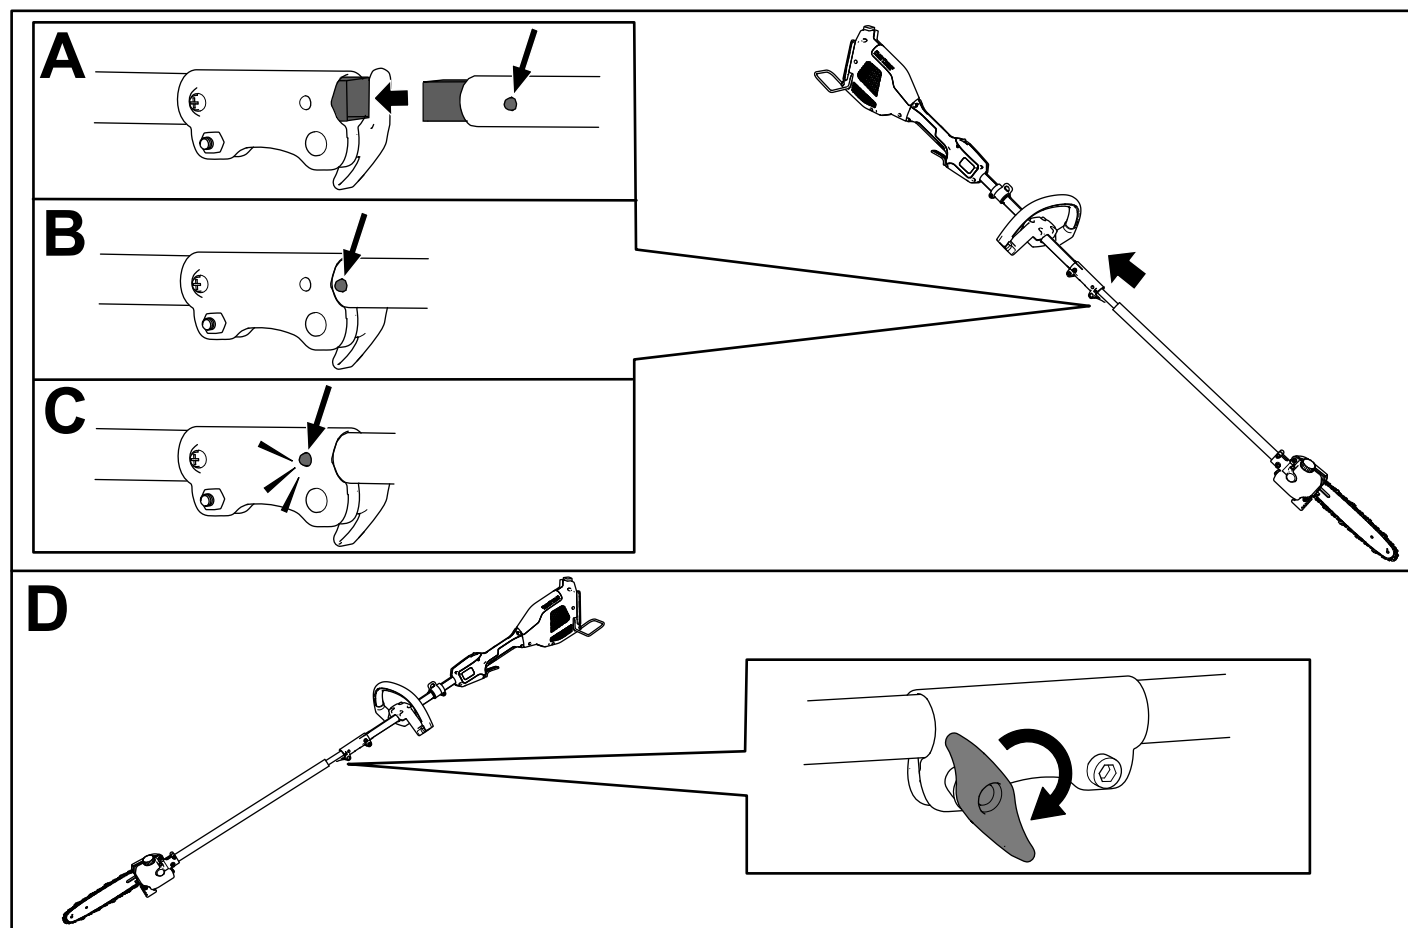

Figura 4
- Instale el tubo cuadrado del accesorio en el tubo cuadrado de la unidad de potencia (Figura 4, A).
- Alinee el botón de bloqueo de la barra inferior con el orificio ranurado de la barra superior, y junte las dos barras (Figura 4, B y C).
Nota: El botón de bloqueo encaja en el orificio ranurado al juntarse las barras (Figura 4, C).
- Usando la maneta, apriete el tornillo del conector de la barra hasta que quede firme (Figura 4, D).
2. Afloje la maneta del conector de la barra (Figura 4).
3. Presione el botón de bloqueo hacia abajo y separe las dos barras (Figura 4).